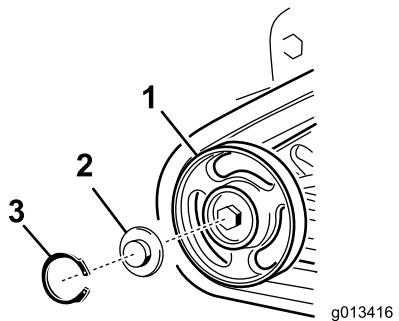

Figura 48
2. Rimuovete l'anello elastico e il tappo da una ruota non motrice (Figura 48).
3. Controllate il grasso sotto il tappo e attorno alla guarnizione (Figura 48). Se risulta sporco, sabbioso o consumato, eliminate completamente, sostituite la guarnizione e applicate del grasso nuovo.
5. Collocate il tappo ingrassato della ruota non motrice sulla testa del bullone (Figura 48).
6. Fissate il tappo della ruota con l'anello elastico (Figura 48).